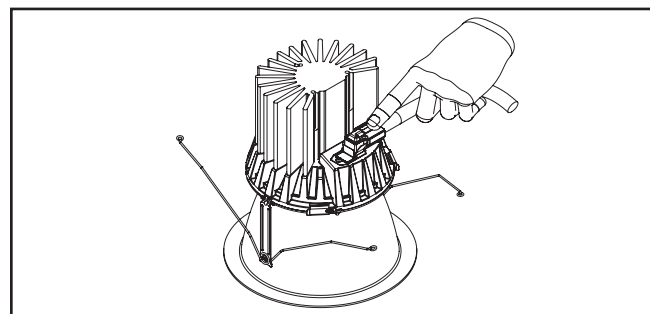

Figura 10.
9. Alinee correctamente el conector como se muestra en (Figura 10). Enchufe en el módulo el dispositivo de desconexión rápida de la luminaria.